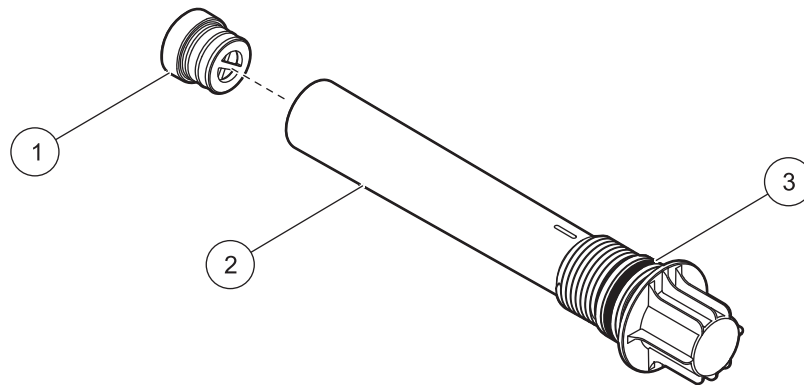

图 30 干燥剂固定器
- 拆除干燥剂管末端的塞（图 30）并废弃无效的干燥剂。
5. 将硅脂涂抹到 O 型环上 (图 30)。